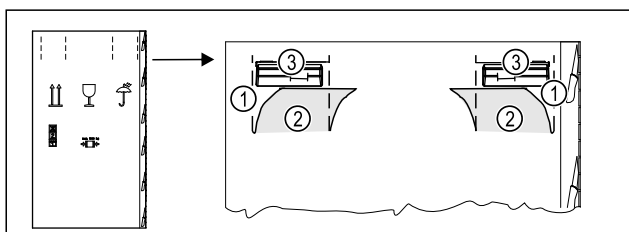

Fig. 5
- ▶ Įspauskite pakavimo dėžę viršuje ties perforuota vieta Fig. 5 (1).
- ▶ Ištraukite įspausstas plokšteles Fig. 5 (2).
- ▶ Nešimo rankena Fig. 5 (3) matoma dešinėje ir kairėje pusėje.
- ▶ Laikykite prietaisą už nešimo rankenų Fig. 5 (3).